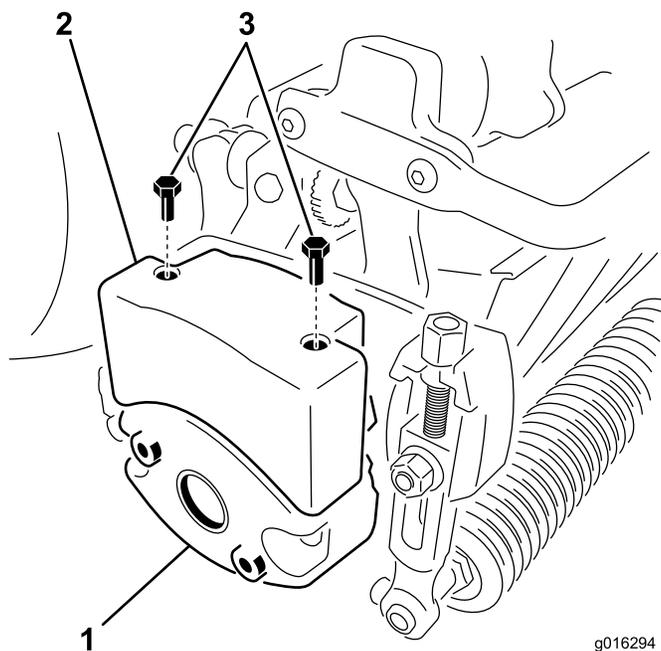

图 10
- 拆下滚刀组一侧用于固定配重块的 2 个螺栓（图 10）。
- 使用 2 个六角头螺丝，将上配重块安装到滚刀组配重块上（图 10）。